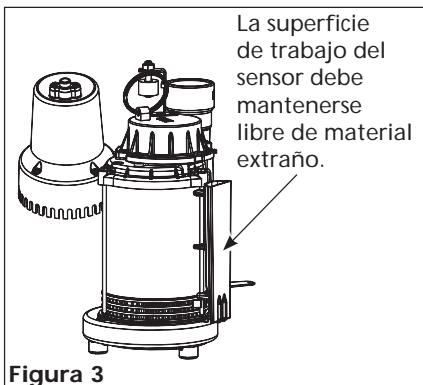

Figura 3
- Limpie regularmente la superficie del sensor de agua para impedir que depósitos de sedimento u otros materiales se acumulen en la superficie del sensor (ver Figura 3).